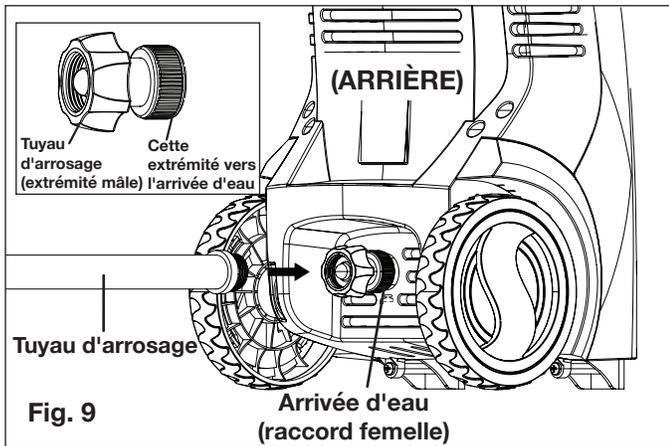

Fig. 9
9. Branchez le raccord de tuyau d'arrosage sur l'arrivée d'eau (raccord femelle) du nettoyeur haute pression, puis vissez votre tuyau d'arrosage (extrémité mâle) sur le raccord pour tuyau d'arrosage (Fig. 9). Le tuyau d'arrosage doit avoir un diamètre intérieur minimal d'au moins 13 mm et doit être renforcé. Le débit de l'alimentation en eau doit être au moins égal au débit nominal du nettoyeur.